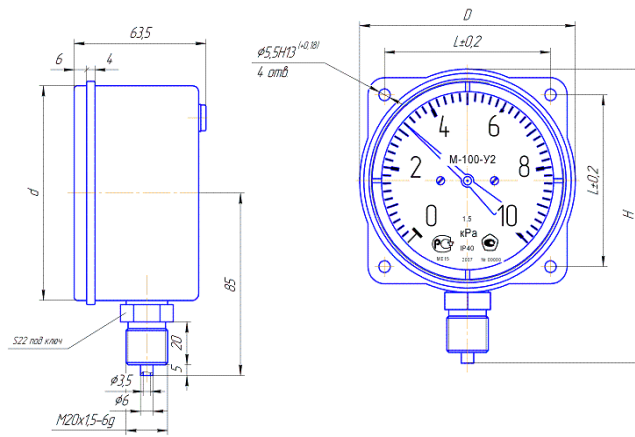
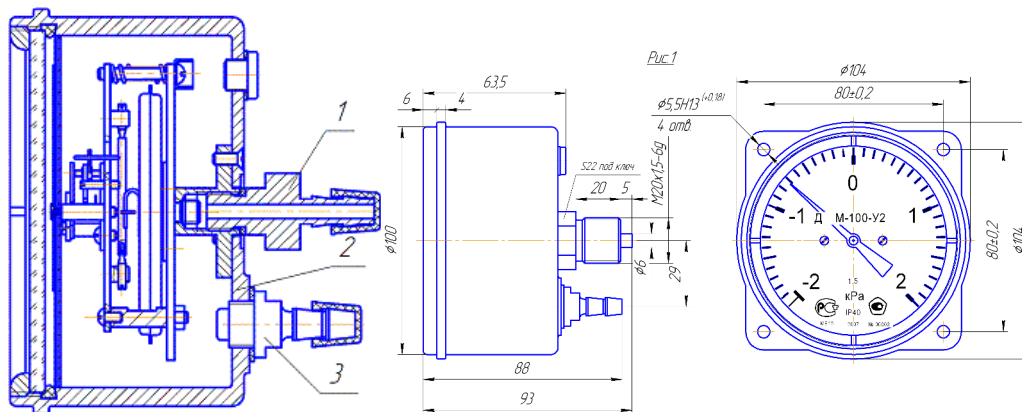

Рисунок 1 - Конструкция прибора
Рисунок 2 - Конструкция прибора
Измеряемые давления в дифманометрах-тягомерах, дифманометрах-напоромерах, дифманометрах-тягонапоромерах подаются одновременно в полость мембраны через штуцер 1 и полость герметичного корпуса 2 через штуцер 3 (рис. 2).
5.4 На тягонапоромерах и дифманометрах-тягонапоромерах знаки на корпусах отсутствуют. Измеряемые давления в тягонапоромерах подводятся к штуцеру 1 (рис.1), в дифманометрах-тягонапоромерах – к штуцерам 1 и 3 (рис.2,) без учета значения давления.